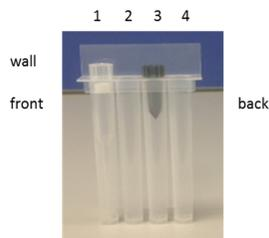

Figura 12: Disposizione dei puntali nell'apposita cassetta
Verificare che il puntale (1) e il perforatore (3) siano posizionati come mostrato nella figura sottostante (Figura 12).